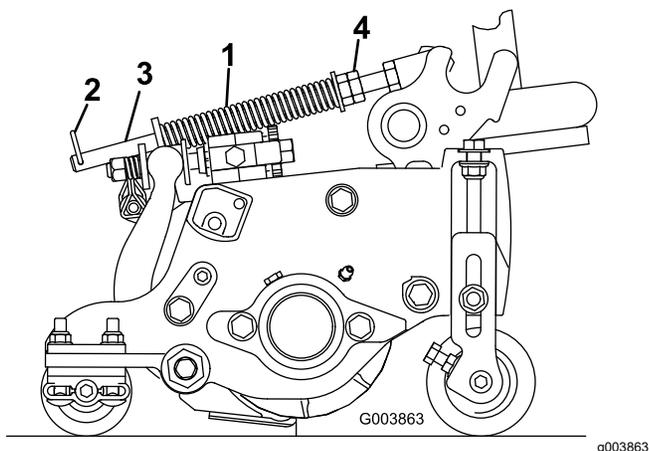

Рисунок 53
Пружина компенсации состояния грунта (Рисунок 53) переносит вес с переднего на задний валок. Это препятствует образованию на грунте волнообразных неровностей (так называемых «волн» или «трясок»).
1. Убедитесь, что игольчатый шплинт вставлен в заднее отверстие штока пружины (Рисунок 53).
2. Затяните шестигранные гайки на переднем конце штока пружины так, чтобы длина сжатой пружины была равна 15,9 см; см. Рисунок 53.